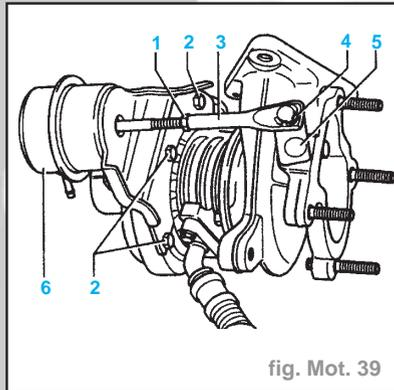

fig. Mot. 39
- Déclipser l'arrêt (4) (fig. Mot. 39).